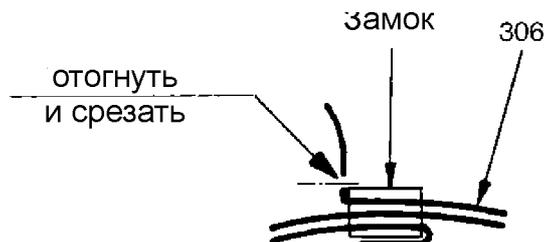

Рис. 13: Отгибание и срезание шарнирного зажима
- Проворачивать нажимный винт гаечным ключом или ключом с трещоткой по часовой стрелке до тех пор, пока шарнирный зажим не будет срезан. **ВНИМАНИЕ** Если шарнирный зажим на срезанной стороне окажется немного приподнятым, аккуратно выправить его. Нельзя постукивать и ударять по замку шарнирного зажима, так как в этом случае можно повредить манжету. **Указание:** Если шарнирные зажимы выполнены из сплава хастеллой, то срезание с помощью зажимного инструмента невозможно. После отгибания на замок шарнирный зажим срезается ножницами по металлу. После этого снять заусенцы с кромок среза (см. рис. 13).
При работе с зажимным инструментом PoK-it II после затяжки шарнирного зажима (306) с помощью замка поворотом зажимного инструмента выполнить отгибание так, чтобы зажим не мог проскользнуть назад через замок. После отгибания на замок шарнирный зажим срезается ножницами по металлу. После этого снять заусенцы с кромок среза (см. рис. 13).
**ВНИМАНИЕ** Проверить, достаточна ли величина отгиба шарнирного зажима, чтобы он не мог проскользнуть назад через замок (см. рис. 13). Если этого не удалось добиться, нужно снять шарнирный зажим и заменить его новым.
- Перед затяжкой статора (402) и ротора (401) нанести тонкий слой средства для улучшения скольжения: силиконовое масло, полидиол или мазеобразное мыло и т.п. **ВНИМАНИЕ** Нельзя использовать обычное масло.
- Если статор выполнен из пластмассы или металла, установить уплотнения статора (403) и (404). **Указание:** У пластмассовых статоров уплотнение статора (403) с кольцом круглого сечения всегда должно находиться с напорной стороны.
- Надеть статор (402) на ротор (401). **Указание:** Если статор (402) пойдет туго, нужно одновременно проворачивать его цепными клещами. Для этого необходимо зафиксировать съемный вал (125).
- Стянуть напорный корпус (504), статор (402) и всасывающий корпус (505) с помощью натяжных винтов (611) и гаек (609). При этом равномерно затягивать гайки.